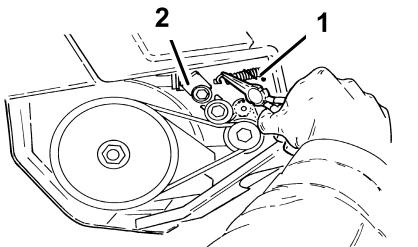

Figure 17
3. Décrochez le ressort du bras de la poulie de tension (Figure 17).
8. Accrochez le ressort du bras de la poulie de tension (Figure 17) en veillant à ce que la poulie de tension repose sur la courroie.